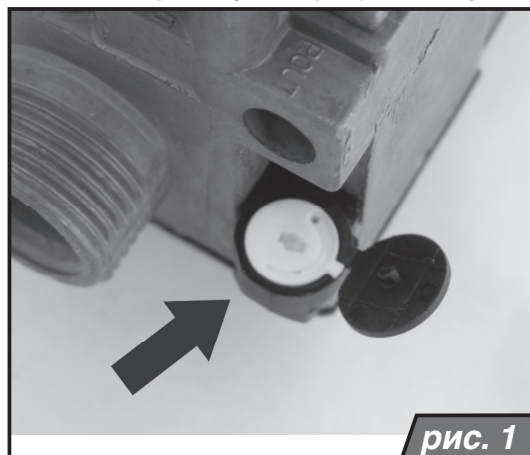

рис. 1
6. У газовых клапанов SIT в правом нижнем углу находится заглушка черного цвета. Под ней размещен регулировочный винт стартового давления газа. В зазор (рис.1) регулировочного винта вставьте плоскую отвертку и поверните в крайнее правое положение. Эта настройка действительна только при работе на пропане. При работе на природном газе установочный вентиль стартового давления должен быть установлен в крайнем левом положении.